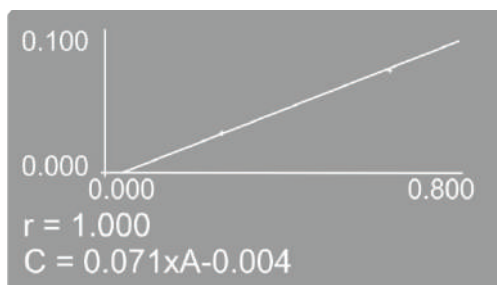

Рисунок 15 - Построение градуировки.
8. После набора концентраций и измерения выбранного числа образцов на экране будет построен градуировочный график (Рисунок 15), приведены коэффициент корреляции  $r$  и градуировочное уравнение, которое сохраняется в памяти прибора и будет доступно в режиме «Загрузить градуировку» (пункт 8.10.2).
3. На экране будет построен градуировочный график (Рисунок 15), приведены коэффициент корреляции  $r$  и градуировочное уравнение.